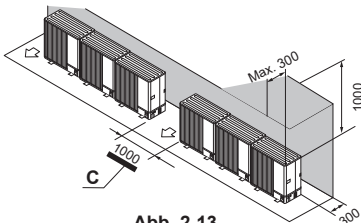

Abb. 2-13
- (2) Hindernisse oder unzugängliche Oberfläche nur auf Rück- und Oberseite (Abb. 2-13)
- C: Freiraum (Abb. 2-13)